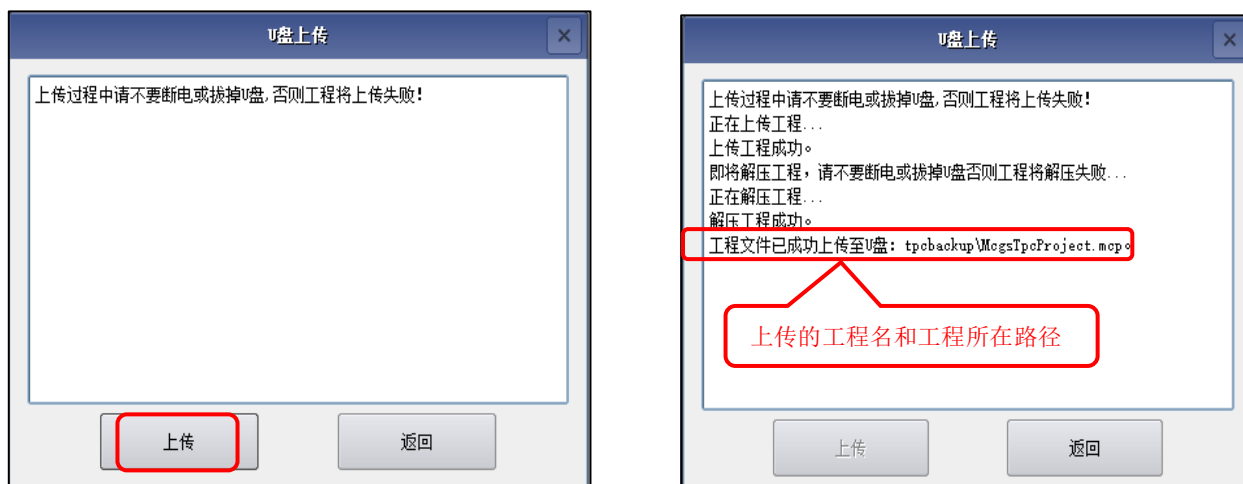

图 2.5-7 完成上传工程到 U 盘
- ③ 如图 2.5-7 所示在 TPC 中工程支持上传的前提下，点击【上传】，工程将被上传到“U 盘 /tpcbakup/McgsTcpProject.mcsp”